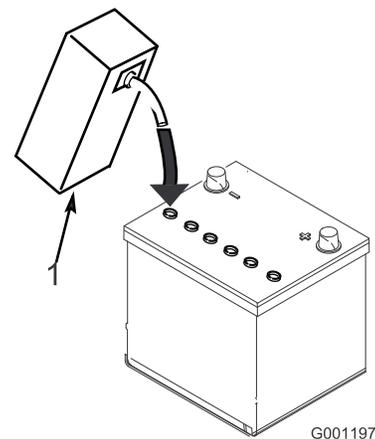

図 10
- 各セルの電極板が液面下 6mm程度に水没するまで、電解液を慎重に入れる 図 10。
**注** 必要に応じて、電極板が 6mm 程度水没するぐらいに電解液を補充する 図 10。